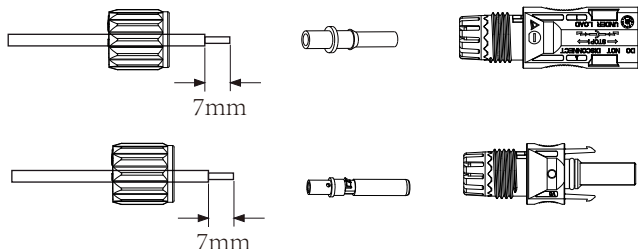

图5.3拆卸接头帽螺母
- a) 将光伏导线的绝缘层剥去7mm, 拆下接头的帽螺母, 将光伏导线穿过接头的帽螺母 (见图5.3)